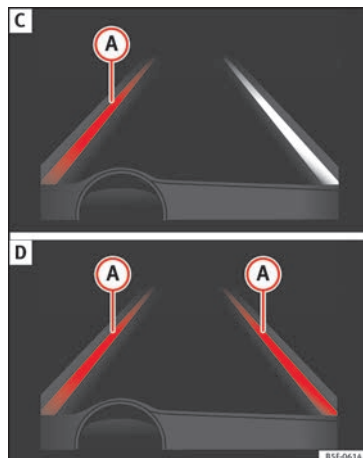

Fig. 163 Sur l'écran du tableau de bord : indication sur l'écran de l'assistant de maintien de voie (exemple 2).
- Le système est en cours d'utilisation, la ligne en surbrillance **A** indique qu'il y avait un risque de dépasser la ligne de la voie involontairement et qu'il agit sur la direction pour corriger la trajectoire » **fig. 163 C.**
- Les deux lignes en surbrillance **A** s'allument en même temps quand nous reconnaissons les deux lignes de la voie et que nous avons activé la fonction de guidage au centre de la voie » **fig. 163 D.**